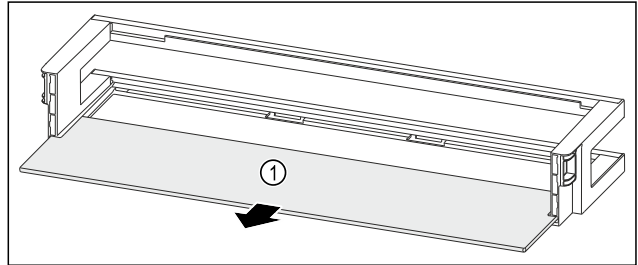

Fig. 131 Raf alanlı kapı rafı
- Raf alanını Fig. 131 (1) çıkarın.